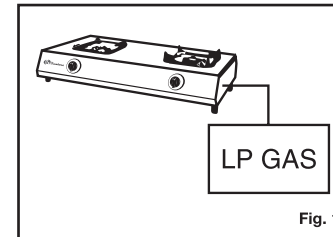

Fig. 1
- Utiliser uniquement le type de gaz spécifié sur l'étiquette jointe (Fig. 1)
- Do not use a type of gas other than that which is specified on the label attached (Fig. 1)